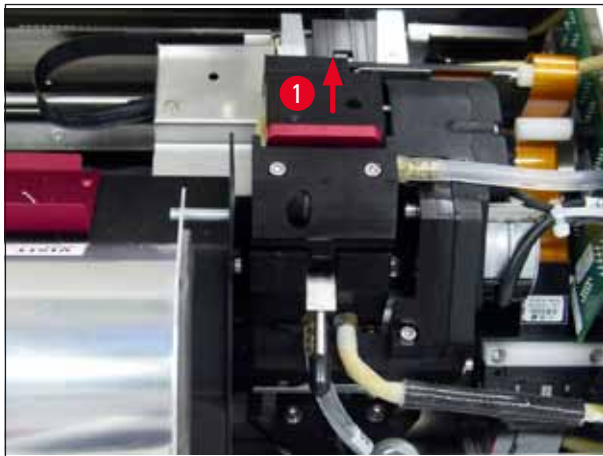

Fig. 52
2. O cabeçote da impressora (→ "Fig. 52-1") se move para cima até uma posição aprox. 1 cm longe do lábio de vedação (→ "Fig. 52").